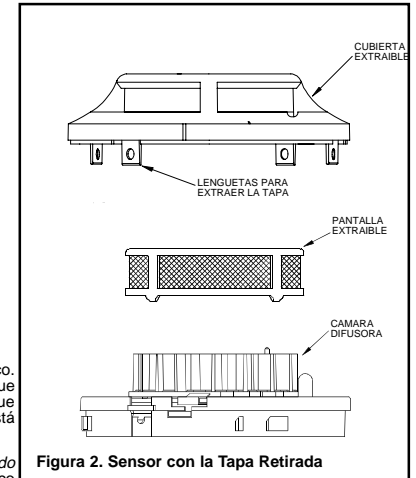

Figura 2. Sensor con la Tapa Retirada
- Extraiga la tapa del sensor. Utilice un destornillador plano y pequeño para desplazar las cuatro lengüetas que sujetan la tapa. (ver **Figura 2**)